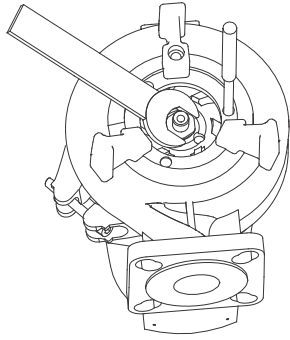

Рис. 10 Демонтаж винта и головки режущего механизма
6. Вставьте выколотку (F) в отверстие, чтобы удерживать рабочее колесо неподвижным во время демонтажа.
7. Открутите винт (188a) с торца вала. Снимите стопорное кольцо (66). См. рис. 10.